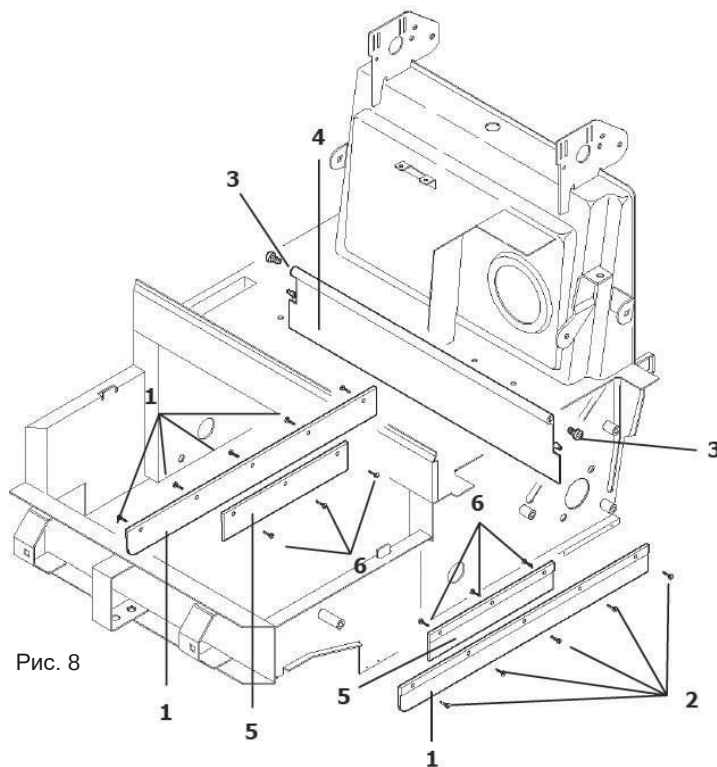

Рис. 8
Для Замены боковых щитков (поз. 1 рис. 8) снимите Задние колеса. Открутите винты, крепящие Заслонки к шасси (поз. 2, рис. 8), и замените их на новые.
Чтобы заменить внутренние боковые Заслонки (поз. 5, рис. 8), поднимите переднюю часть машины и открутите винты (поз. 6, рис. 8), которые крепят Заслонки к шасси. Замените Заслонки на новые.
- Открутите два штифта крепления Заслонки (поз. 3, рис. 8) на обеих сторонах шасси.
- Удерживая Заслонку (поз. 4, рис. 8), потяните ее к наружному краю машины.